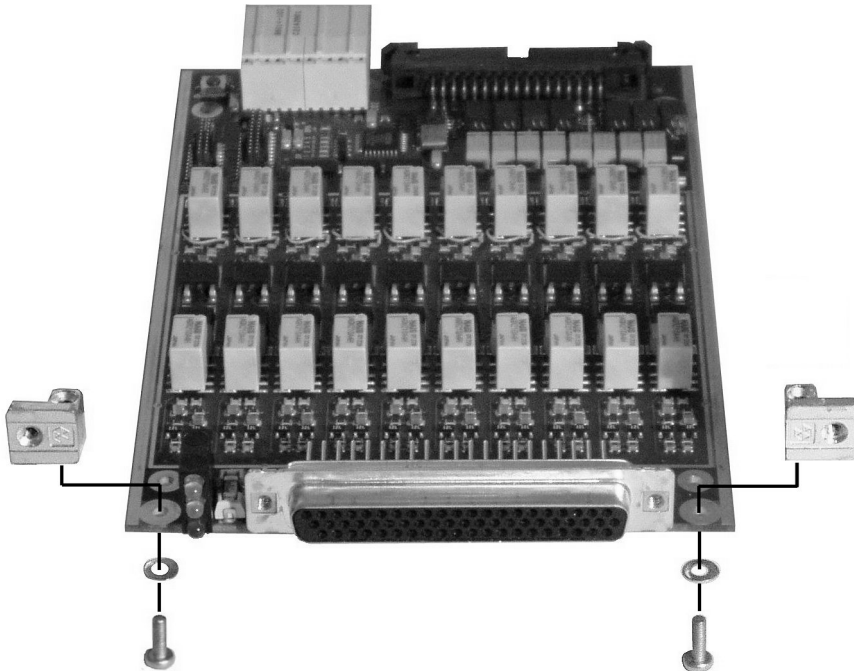

Abb. 5-1 Befestigung der Leiterkartenhalter
- Befestigen Sie die Leiterkartenhalter wie in Abb. 5-1 gezeigt mit den beiliegenden Flachkopfschrauben M2,5x10 an dem Modul.